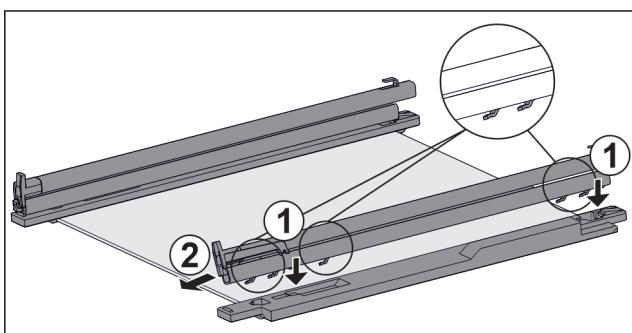

Fig. 125 Стеклянная пластина с направляющими и крепежными элементами
- Поместите крючки направляющей в отверстия **левого** крепежного элемента. Fig. 125 (1)
- Потяните направляющую вперед. Fig. 125 (2)
- Поместите крючки направляющей в отверстия **правового** крепежного элемента. Fig. 125 (1)